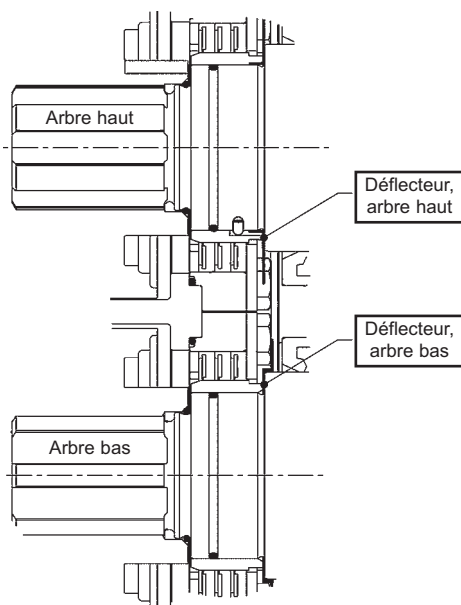

Figure 15
5. Remonter les déflecteurs **109** et **110** sur l'arbre correspondant (voir figure 15).
Ne pas respecter l'arbre de montage ou le sens de montage de la figure 15 conduira au blocage de la pompe.